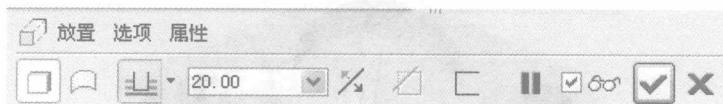
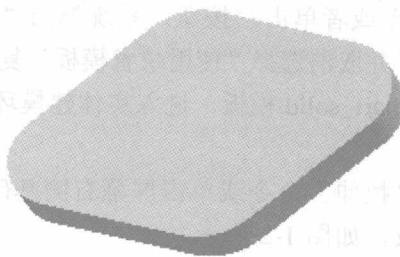

图 1-5 设置拉伸方式和深度
图 1-6 拉伸实体特征
(3) 截面绘制完成后，单击确定按钮 $\checkmark$ 退出草绘模式。回到拉伸模式，在“拉伸”操控面板中设置拉伸方式为 $\square$ ，深度为 20，如图 1-5 所示，其余接受默认设置。单击 $\checkmark$ 按钮，创建增料拉伸实体，如图 1-6 所示。